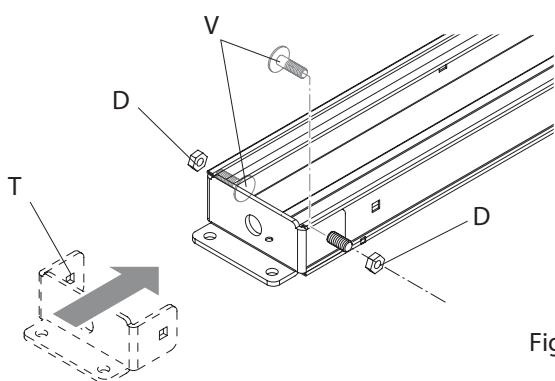

Fig.15
2. Plaats beugel T aan het eind van het rail zoals aangegeven in Fig.15 en steek vervolgens de twee schroeven V van binnenuit in de gaten. Zet deze vast met de moeren D.